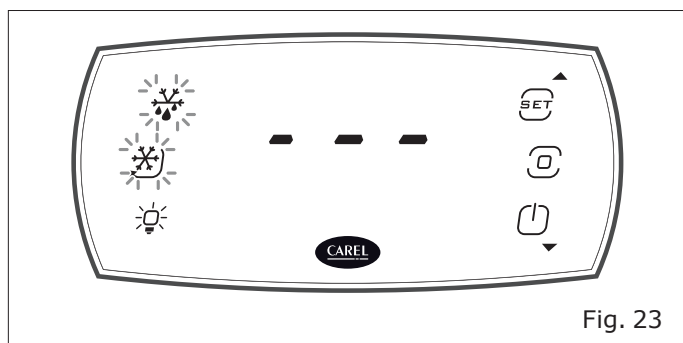

Fig. 23
- Appuyez à nouveau sur l'icône « Programme » (2) pendant 3 secondes, l'écran se déverrouille et entre dans l'activation directe du mode actionneurs/fonctions, en affichant successivement trois tirets « --- » ("Fig. 23") et les icônes de commande (si les icônes sont fixes la charge/fonction est active, si elles clignotent elle n'est pas active).